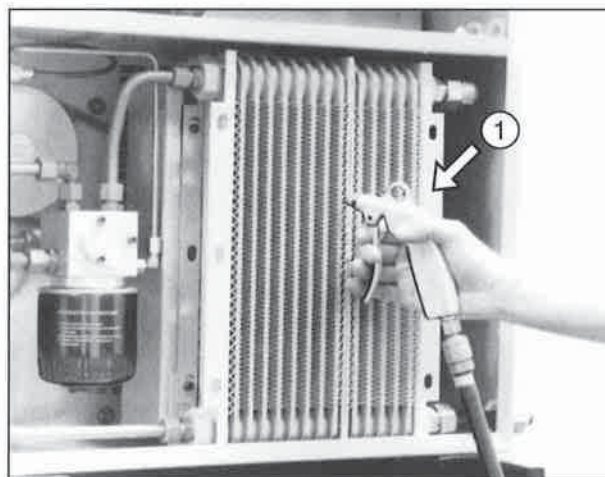

Abb. 6.14: Druckluft-Öl-Kühler reinigen
- Gelösten Schmutz mit Druckluft ① gegen die normale Strömungsrichtung der Kuhlluft ausblasen. Der ausgeblasene Schmutz kann mit einem Industriestaubsauger direkt abgesaugt werden (siehe Abb. 6.14).